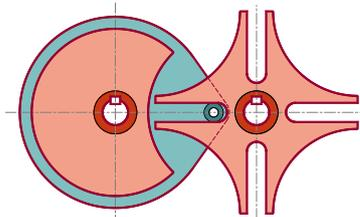

Figura 1.8-5 Classificação do mecanismo de geneva
- Mecanismo de Geneva, figura 1.8-5;